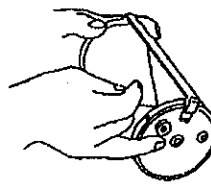

図6-2-3
- ③ 円筒ドラムに巻き込んだチャートを用紙押さえの下側へ差し込みます。(図6-2-3)
- ④ 巻き付けた記録用紙は円筒ドラムの下部のつばにピッタリとつけ、用紙がたるまないようずらす様に巻き付けます。次に、IN 側とOUT側の横軸目盛線を合わせます。